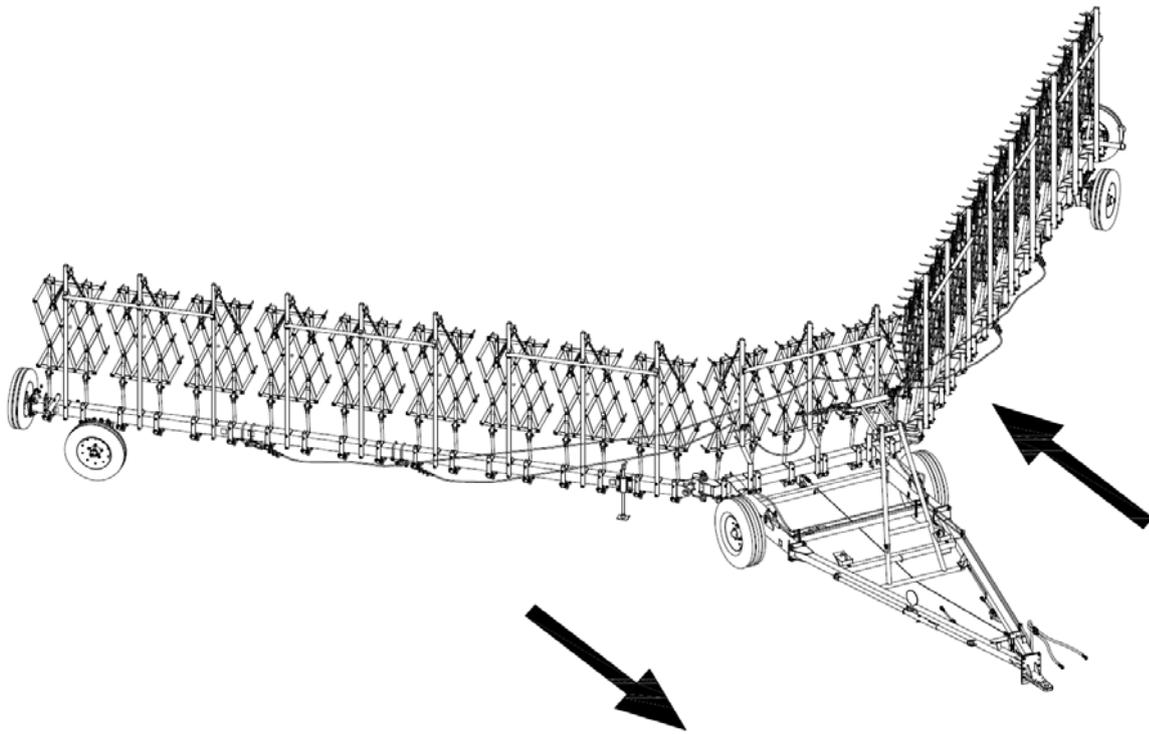

Рис.16 Маневр для перевода борны в транспортное (рабочее) положение.
7.4.3 Движением трактора вперёд (рис.16) перевести боковые балки вместе с боронами в транспортное положение (параллельно ходу трактора).